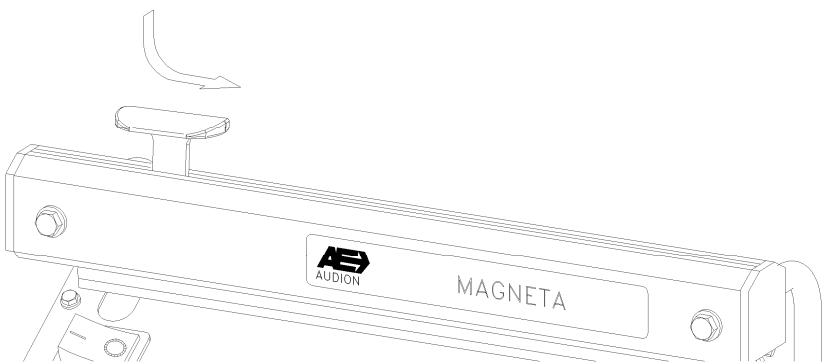

Fig. 1
6. Si nécessaire, on peut couper la partie au dessus de la soudure à l'aide du couteau pressant le bouton rouge et en le faisant passer d'un coté à l'autre du bras, lorsque celui-ci est abaissé (pendant la soudure). (fig. 1.).
6. O "plástico" pode ser cortado fazendo deslizar a lâmina de corte ao longo do "braço" da máquina enquanto este está sendo pressionado para baixo (Fig. 1).
6. Overskæring af folien sker ved at trykke knivholderen ned og føre denne på tværs af kæben under svejse- og køletiden. (fig. 1).
6. Vid avskärning: Pressa ned knivhållaren och för knivsläden snabbt över folien under tiden armen är i nedpressat läge (fig.1).
6. Folien kan kuttes ved å trykke den røde knivholderen på sveisearmen ned og samtidig skyve den til den andre siden av armen, mens denne er nede (fig.1).